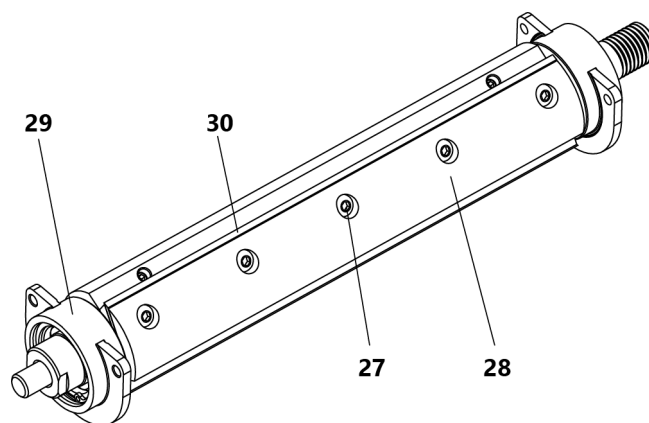

Рис. 9 Конструкция ножевого вала
Проверку крепления строгальных ножей производят подтягиванием ключом зажимных винтов 27 (рис. 9).
- освободить нож 30, отвинтив зажимные винты 27 до состояния свободного перемещения (рис. 9) с помощью шестигранного ключа $s=4$ мм;
- закрепите нож 30, закручивая зажимные винты 27 (рис. 9).